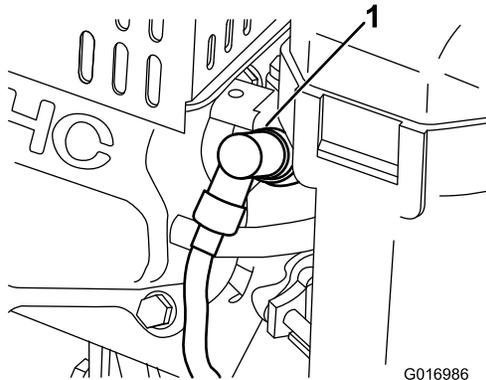

Рисунок 26
1. Снимите провод со свечи зажигания (Рисунок 26).